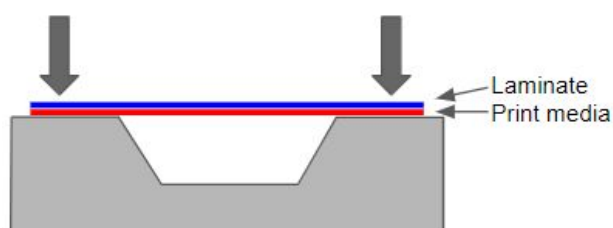

Fig.1
- 1) Placez le film sur toute la surface et posez-le sur la surface à l'aide d'une raclette. Fixez les bords fermement avant de poser le film dans l'ondulation. *Fig.1*